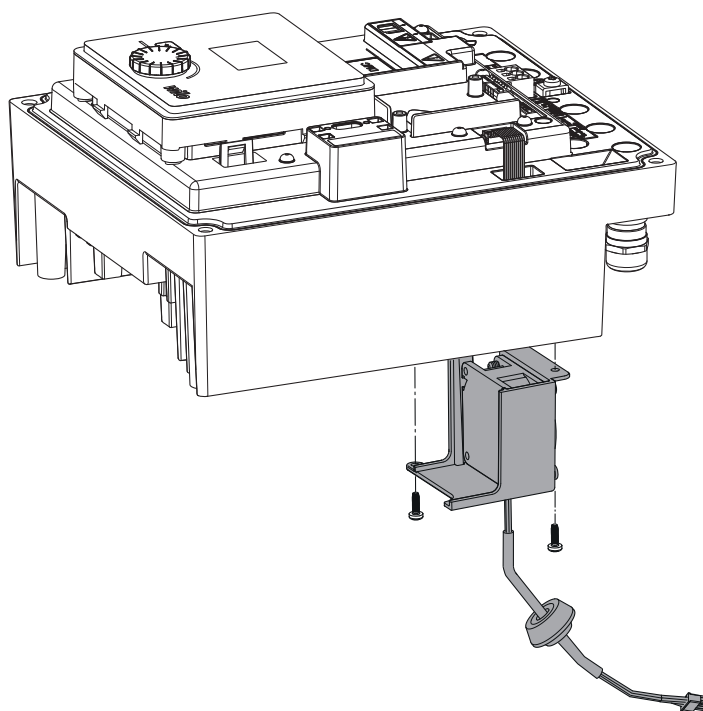

Fig. 45: Odobratie ventilátora modulu spolu s káblom a gumeným tesnením
- Otvorte kryt elektronického modulu. (Fig. 45).